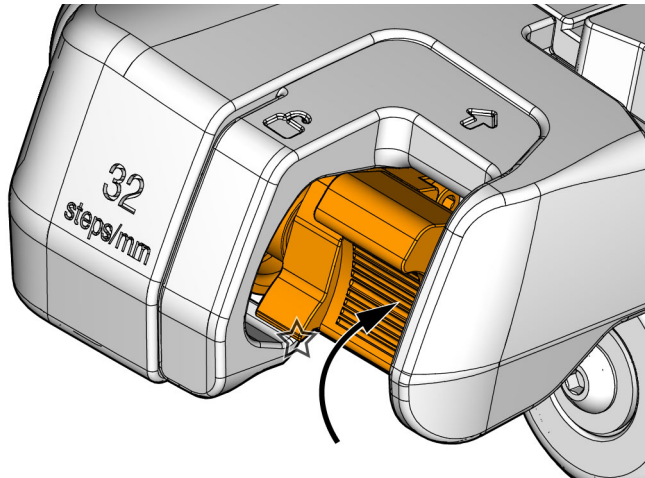

Abbildung 4-5 Weggeber der Index-Achse verstaut
- ◆ Drücken Sie den Schalter des Weggebers nach oben, bis er auf der Entriegelung einrastet (siehe Abbildung 4-5 auf Seite 71).